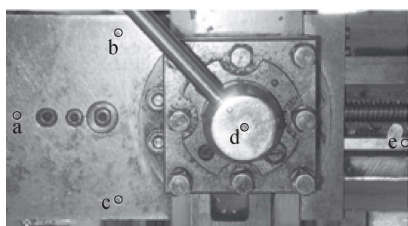

图 1-16 刀架的润滑
(4) 床鞍、导轨面和刀架部分的润滑方式为浇油润滑和弹子油杯润滑，润滑油为 L-AN46 全损耗系统用油。刀架的润滑如图 1-16 所示 (a、b、c、d、e 为各润滑点)。